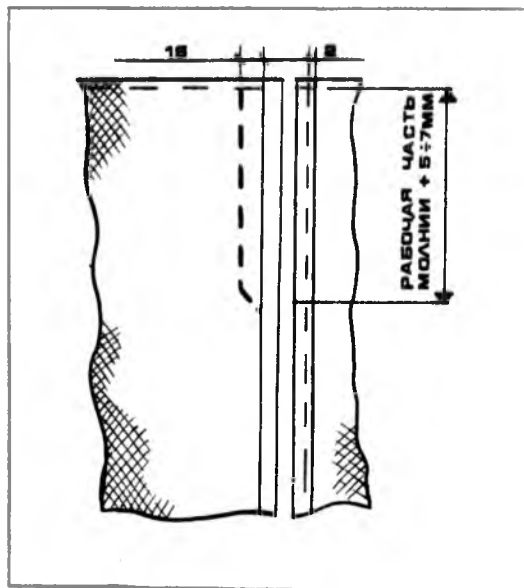

Рис. 36.
отложить 0,2 см и заметать сгиб параллельно линии шва от талии вниз на 1,5 см ниже конца застежки. Сгиб приутюжить (рис. 36);
- на левой части застежки наметить ширину рамочки (1,5 см) от линии талии вниз до конечной точки застежки и ниже нее на 1,5 см (рис. 36) и сгиб приутюжить;